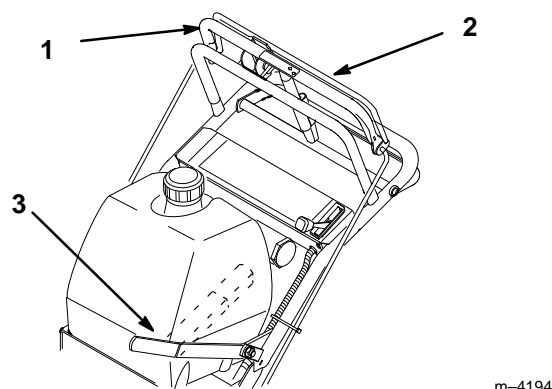

Figure 15
1. Tirer sur la barre de commande supérieure pour arrêter la machine (Fig. 15).
2. Serrer l'arceau contre la barre de commande supérieure (Fig. 15).
3. Pour embrayer les lames, pousser fermement le levier d'embrayage des lames vers l'avant, jusqu'à ce qu'il passe avec une brusque détente en position embrayée (Fig. 15).
1. Pour débrayer les lames, tirer le levier d’embrayage des lames à fond vers l’arrière (Fig. 15).